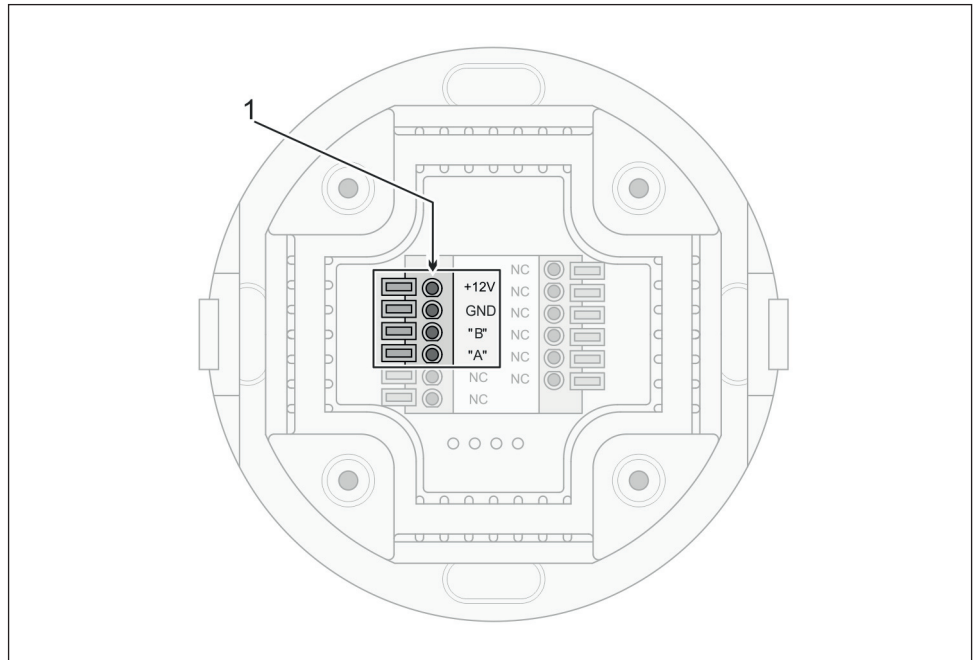

Abb. 13: Anschlüsse an der Rückseite des Lesers WRU 200
3. Anschlussleitungen an den Klemmen des Lesers anschließen (Abb. 13/1).